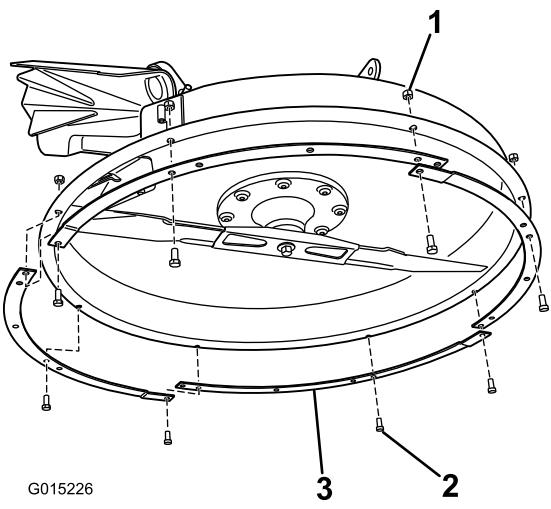

Figura 25
1. Instale los componentes del anillo de la carcasa en la parte inferior del cortacésped (Figura 25).